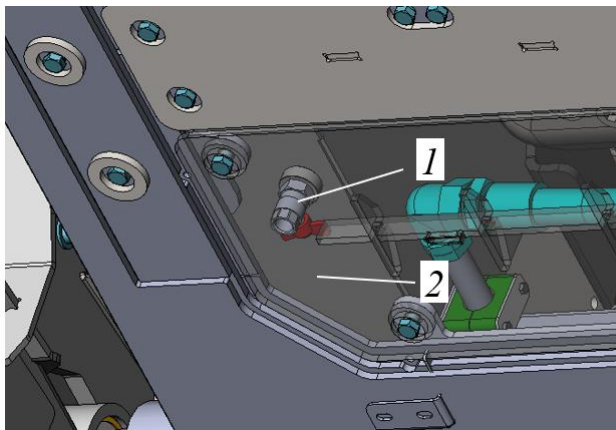

Рисунок 5.46. Процедура слива отстоя с топливного бака
- Открыть кран 1, слить отстой, рис. 5.46.